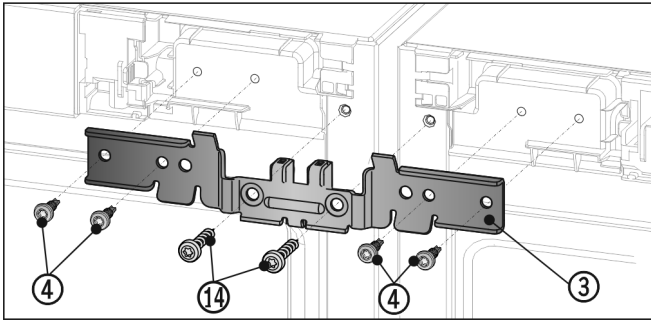

Fig. 13
- ▶ Hoek Fig. 13 (3) met het afstandsstuk tussen de apparaten en op het tapeinde schuiven. De hoek met de vier schroeven Fig. 13 (4) en de eerder uitgeschroefde aardingschroeven Fig. 13 (14) er afwisselend rechts en links inschroeven.